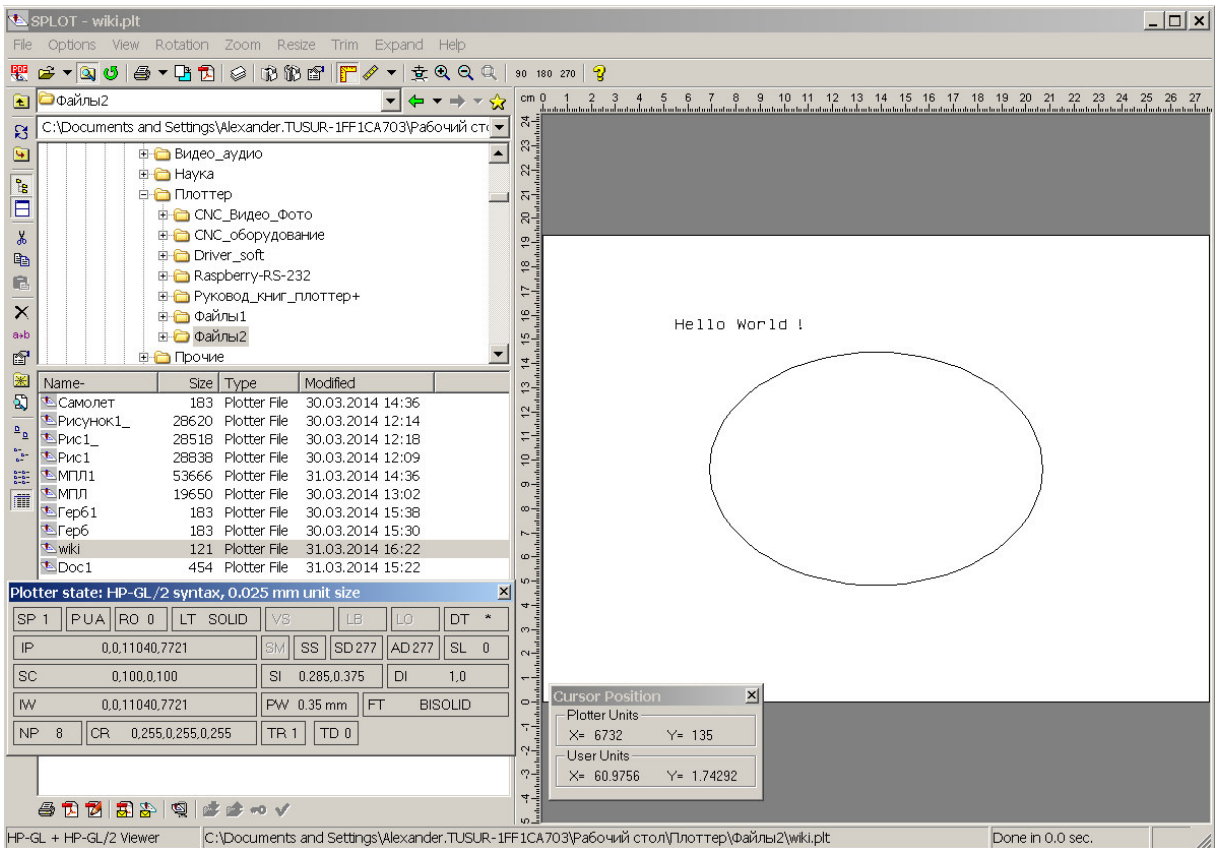

Рис. 9. Окно программы графического симулятора (имитатора) плоттера **SPLIT**
4. Файл с расширением *.PLT, содержащий понимаемые Roland-плоттером команды, напрямую или с помощью программы **SPLIT** (рис. 9) посылаем в порт, к которому подключён Roland-плоттер (это может быть последовательный COM-порт, эмулированный USB-портом). Отправка напрямую заключается в выполнении системной команды копирования **copy name.plt comN**, где **name** – имя графического файла, **N** – номер COM-порта. Заметим, что эту команду можно для удобства записать в командный BAT-файл и запускать на выполнение нажатием лишь одной клавиши Enter.